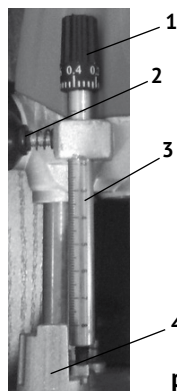

рис.6
- ослабить винт фиксации (рис.6 поз.2) ограничителя глубины и рычаг фиксации (рис.1 поз.3) вертикального положения суппорта;
- подвести скользящий стержень ограничителя глубины (рис.6 поз.3) к ступенчатому упору (рис.6 поз.4) так, чтобы он касался нижней ступеньки (при необходимости повернуть револьверный упор);
- ослабить винт (рис.6 поз.2) и поднять вверх стержень ограничителя глубины, пока показание на его линейке не достигнут значения (на верхней плоскости фланца), при котором, разность между ним и предыдущим значением не будет равна нужной глубине обработки (например: первое значение – 15 мм, второе – 45 мм, $45 - 15 = 30$ мм, 30 мм – нужная глубина фрезерования);
- выставить концевой (револьверный) упор (рис.6 поз.4) таким образом,
Для осуществления ровного фрезерования параллельно прямолинейного края (кромки) обрабатываемой заготовки, на опорную плиту фрезера устанавливается параллельный упор (рис.6 поз.13).